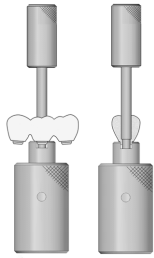

図 2
2) ラッピングドライバー EX B の使用方法（図 2）
- ① ドライバーガイド EX を鋳造体咬合面側よりアクセスホールに挿入する。
② 鋳造体より突出したドライバーガイド EX のシャフト部とラッピングドライバー EX B を組み合わせる。
③ 鋳造体より突出したドライバーガイド EX のシャフト部を軸にしてラッピングドライバー EX B を用手的に右回転させ、フィクスチャーとの接合面を研磨調整する。